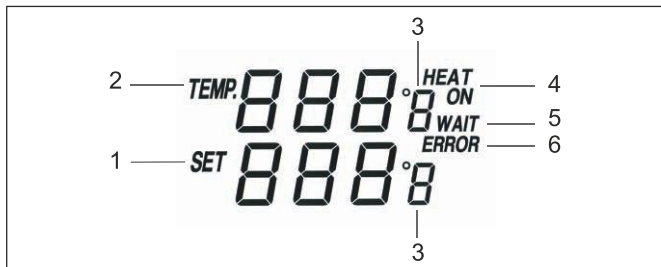

Fig.23: Display LC
*Qualora il saldatore non sia collegato o sia guasto, all'accensione la stazione emetterà un segnale acustico e sul display lampeggerà la scritta „ERROR“ (errore). Vedere anche la Fig. 23.*
1. Accendere la stazione con l'interruttore ON/OFF (2).
2. Premere il selettore °C/°F (9) per impostare l'unità di misura in °C o per riportarla su °F.
3. Impostare la temperatura di saldatura desiderata utilizzando i pulsanti di preselezione "200 °C", "300 °C" e "400 °C" (10), oltre ai pulsanti "UP" e "DOWN".
*Vedere Fig. 23. La scritta scompare una volta raggiunti i 300 °C e terminata la procedura di riscaldamento. La scritta „WAIT“ sarà visualizzata sul display ogni volta che la temperatura del saldatore aumenterà o diminuirà di oltre 10 °C/50 °F, quindi la stazione riporterà la temperatura ai valori preimpostati.*